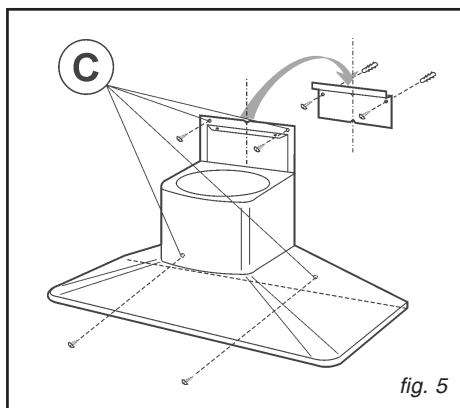
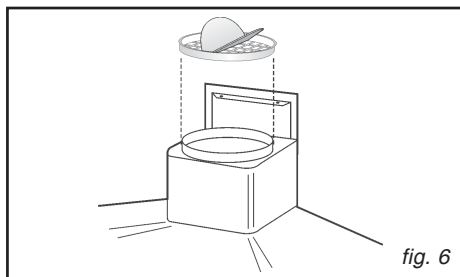

fig. 5
fig. 6
- Puis accrochez la hotte sur le support (fig. 5). Régler la position horizontale en déplaçant la hotte à droite ou à gauche selon les exigences de l'alignement avec les meubles suspendus.
- Après le réglage, sans enlever la hotte, tracer sur le mur les autres 4 trous à percer (C); décrocher la hotte et percer les trous tracés (diamètre 8mm); ensuite utiliser les 4 chevilles et les 4 vis fournies pour la fixation définitive.
- Monter le clapet anti-retour sur la sortie d'air de l'appareil en exerçant une légère pression (fig. 6). Dans le cas d'une installation en évacuation extérieure, l'installation du clapet anti-retour empêche l'entrée du vent et le retour d'air.